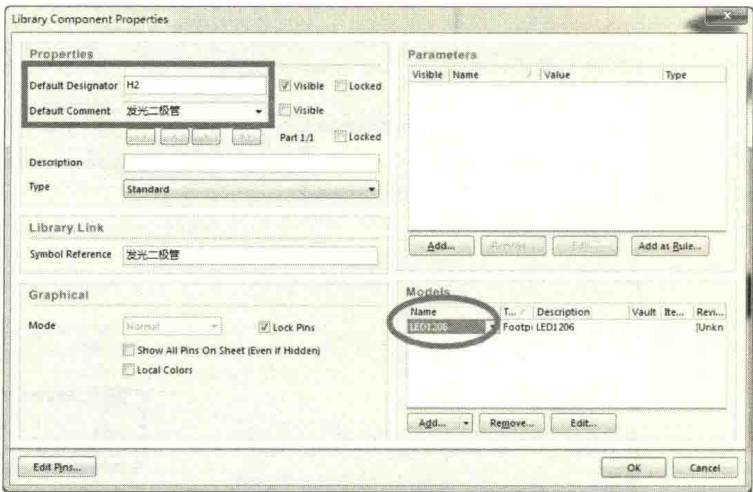

图 12-16 LED 的元件属性设置
(5) 在元件库面板中双击该元件名称，设置其元件属性，如图 12-16 所示，完成 LED 的创建。